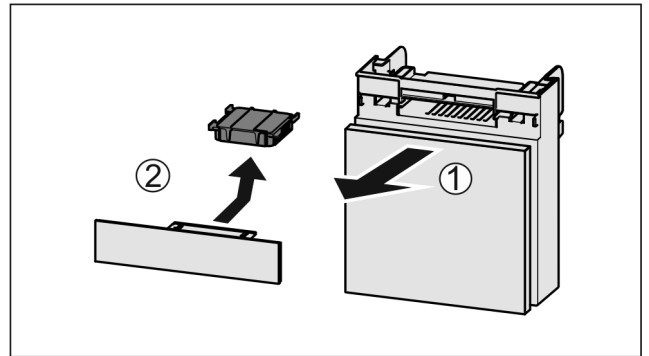

Fig. 128
- Lade vanaf de voorkant eruit trekken Fig. 128 (1).
- Actiefkoolfilter verwijderen Fig. 128 (2).